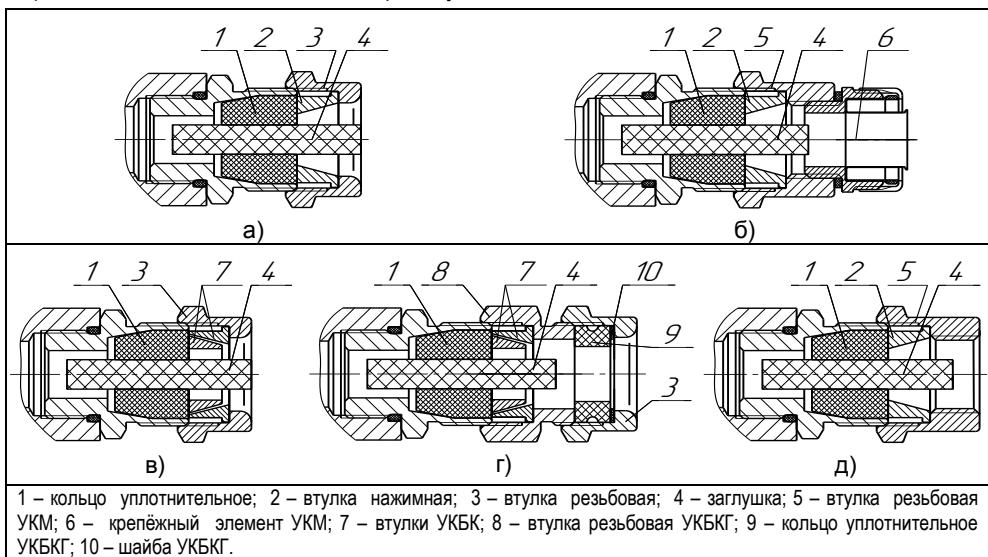

Рисунок 3 – Элементы кабельных вводов:
1.4.3 Корпус изготавливается с кабельными вводами **D12** и **D18** (см. рисунок 3). Кабельные вводы крепятся к корпусу с помощью резьбовых соединений.
Кабельные вводы **D12** и **D18**, изготавливаемые по умолчанию, (см. рисунок 3, а) содержат кольцо уплотнительное 1, втулку нажимную 2, втулку резьбовую 3, заглушку 4.
Варианты исполнения кабельных вводов с устройством крепления металлорукава содержат втулку резьбовую 5 с резьбой под крепёжный элемент 6, в котором фиксируется металлорукав (см. рисунок 3, б). Кабельный ввод **D12** имеет варианты исполнения **УКМ10**, **УКМ12**, **УКМ15** и **УКМ20** для крепления металлорукава с внутренним диаметром 10, 12, 15 и 20 мм соответственно. Кабельный ввод **D18** имеет вариант исполнения **УКМ20** и **УКМ25** для крепления металлорукава с внутренним диаметром 20 и 25 мм соответственно.
Варианты исполнения кабельных вводов с устройством крепления бронированного кабеля содержат втулки 7 (см. рисунок 3, в). Фиксация брони кабеля осуществляется между втулками 7 при наворачивании втулки резьбовой 3. Кабельный ввод **D12** имеет вариант исполнения **УКБК16** для крепления бронированного кабеля с наружным диаметром до 16 мм. Кабельный ввод **D18** имеет вариант исполнения **УКБК21** для крепления бронированного кабеля с наружным диаметром до 21 мм. Варианты УКБК обеспечивают надежное электрическое соединение брони кабеля с корпусом преобразователя.
Варианты исполнения кабельных вводов с герметизированным устройством крепления бронированного кабеля (см. рисунок 3, г) содержат втулки 7 для фиксации брони кабеля при наворачивании втулки резьбовой 8, а также кольцо уплотнительное 9, шайбу 10 и втулку резьбовую 3 для герметизации по оболочке кабеля. Данный вариант кабельного ввода комплектуется двумя кольцами уплотнительными 9. Одно кольцо устанавливается в кабельный ввод, другое прикладывается. Каждое кольцо имеет свой диапазон допустимых наружных диаметров монтируемого кабеля. Кабельный ввод **D12** имеет вариант исполнения **УКБКГ16** для крепления бронированного кабеля с диаметром по броне до 16 мм и наружным диаметром от 10 до 15 мм или от 14 до 19 мм. Кабельный ввод **D18** имеет вариант исполнения **УКБКГ21** для крепления бронированного кабеля с диаметром по броне до 21 мм и наружным диаметром от 15 до 20 мм или от 19 до 24 мм. Варианты УКБКГ обеспечивают надежное электрическое соединение брони кабеля с корпусом преобразователя.
Варианты исполнения кабельных вводов с устройством крепления трубы содержат втулку резьбовую 5 с внутренней резьбой под крепление трубы (см. рисунок 3, д). Кабельный ввод **D12** имеет вариант исполнения **УКТ1/2** для крепления